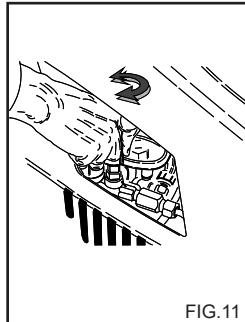

FIG. 11
Trykkregulatoren, fig. 11 gjør at brukeren kan regulere arbeidstrykket. Når knapp C viser moturs (B) (minimum), reduseres driftstrykket.